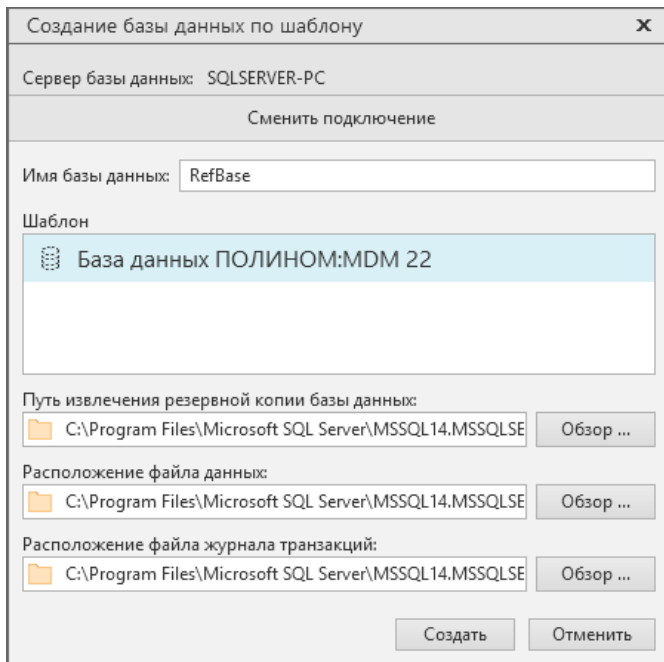

Рис. 3.27
6. Введите имя базы данных и выберите шаблон (рис. 3.27).